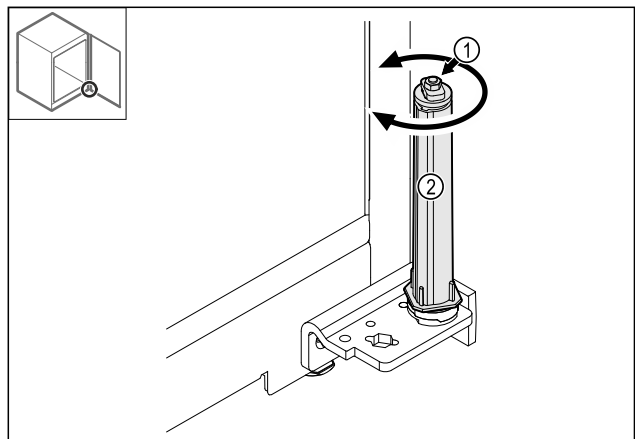

Fig. 40
- ▶ Nerozoberajte skrutkový spoj Fig. 40 (1) systému zatvárania.
- ▶ Otáčajte systém zatvárania Fig. 40 (2), kým nezacvakne.